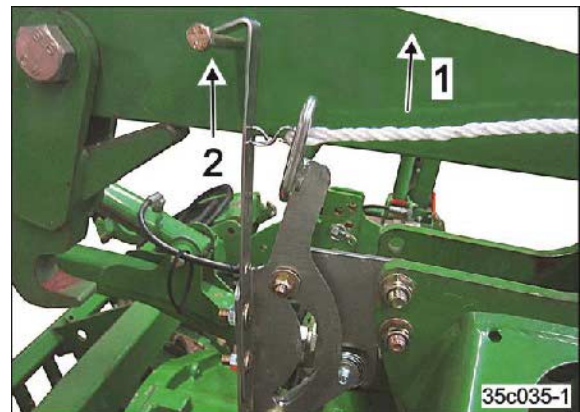

Fig. 96
11. Limiter la hauteur de relevage du semoir en insérant l'axe (Fig. 96/2) dans l'actionnement nécessaire.